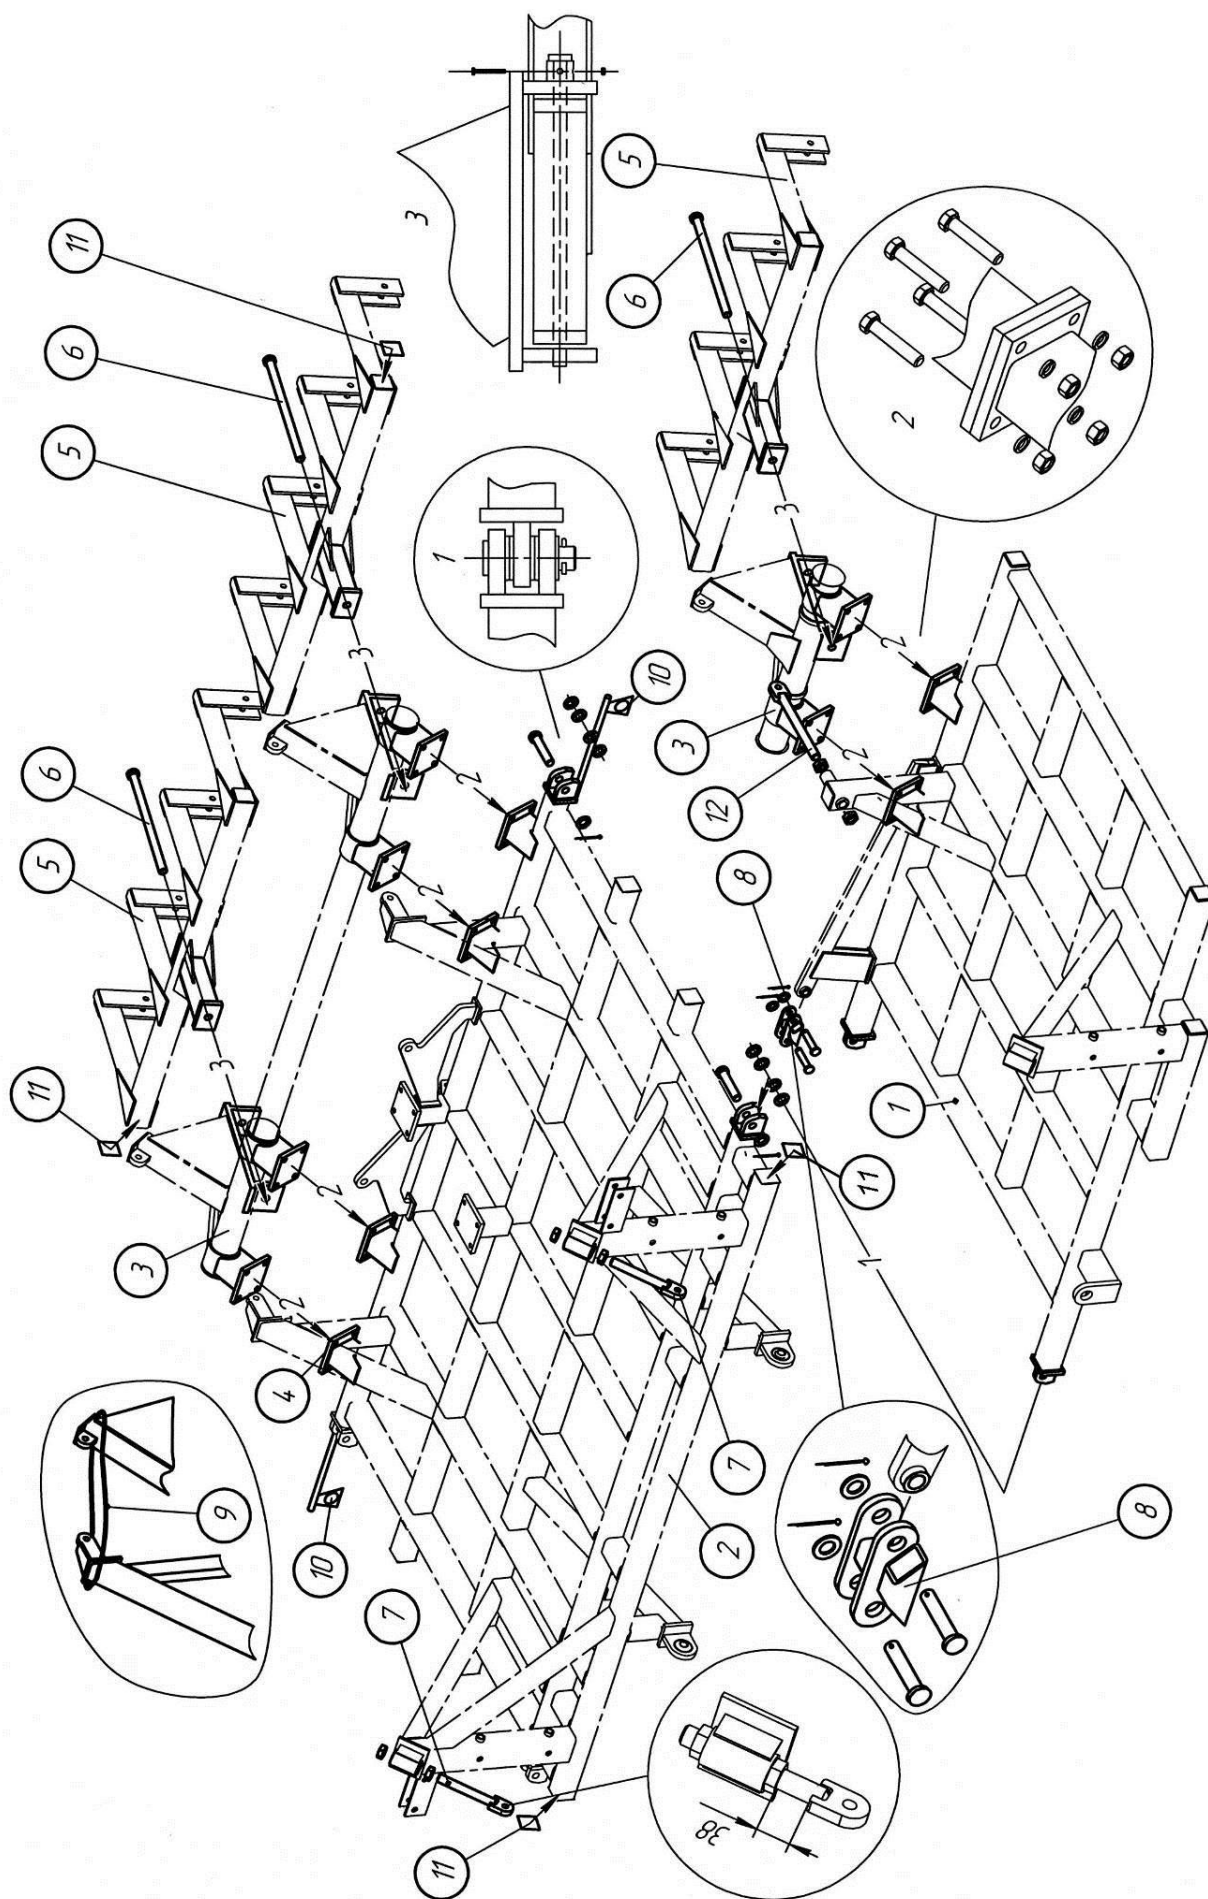

Рис. 4.1.1. Сборка рам, поворотных валов и подвески прикатывающих колес ПК-8,5; ПК-9,7
4.1.1. Установите главную раму 2 на опоры высотой примерно 750 мм (см. рис. 4.1.1, 4.1.2, 4.1.3). Установите кронштейны со световозвращателями 10, задвиньте до упора и зафиксируйте стопорным болтом.
4.1.2. Соедините левую и правую боковые рамы («крылья») 1 с главной рамой, установите пальцы диаметром 32 мм (4 шт.), шайбы (20 шт.) и шпильки 6 x 50 (4 шт.) Между проушинами рам (выноска 1) установите по две (три) шайбы с каждой стороны. На рис. 4.1.1, 4.1.2, 4.1.3 правое крыло не показано.
4.1.4. Совместив установочные пластины 4, закрепите поворотные валы 3 на главной раме и крыльях болтами М20х65 пружинными шайбами и гайками М20 в соответствии с рис. 4.1.1, 4.1.2 и 4.1.3.
4.1.6. При использовании ПК «Кузбасс» с металлическими спиральными шлейф-катками установите тележки на поворотные валы, установив пальцы (Ø32х600) и закрепив их болтами М10х65 и гайками М10, подложив шайбы пружинные (рис.7.1.1 поз.21, рис.7.1.2 поз.20). В процессе сборки поворотные валы можно зафиксировать в нужном положении с помощью цепей 9 (рис.4.1.1-4.1.3).
4.1.8. Закрепите овальные кулисы 8 на кронштейнах рамы (рис.4.1.1, 4.1.2) с помощью пальцев 32х110 и шпильки. Кулисы должны быть установлены наваренными выступами внутрь рамы (при поднятых крыльях эти выступы должны лежать на вертикальных упорах главной рамы).